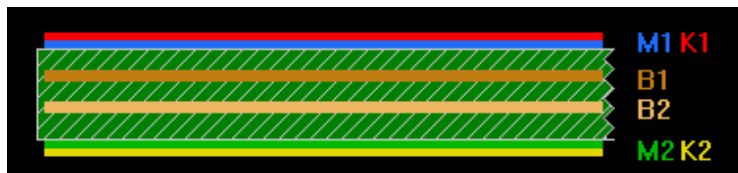

Рис. 9. Слои платы
В Sprint Layout для проектирования платы имеются семь слоев, шесть из которых символизируют слои реальной платы и схематично изображены на рис. 9. Седьмой слой (O) предназначен для изображения контура платы, необходимого при производстве, и на рисунке не показан.